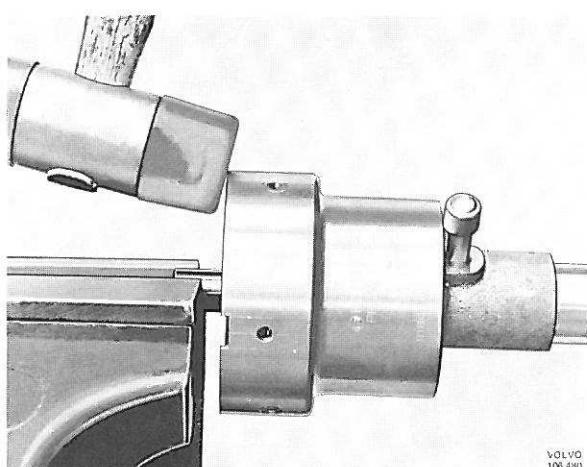

Fig. 3-51. Dépose de circlip
5. Décrocher les ressorts du régulateur centrifuge et repérer la position de la came de rupteur par rapport à l'arbre distributeur. Bloquer la came de rupteur dans un étau à mordaches douces, voir la fig. 3-51.
- Frapper avec précaution sur la boîtier de distributeur à l'aide d'un maillet en plastique jusqu'à ce que le circlip se dégage, voir la fig. 3-51.